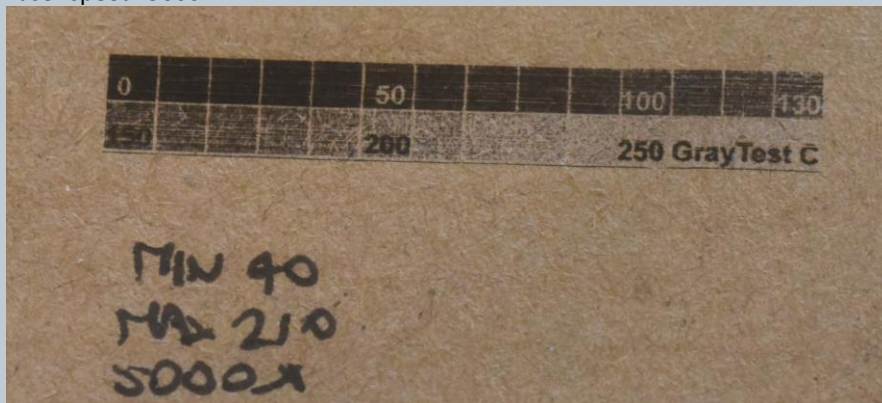

Fig. 72
- Incidere di nuovo lo stesso test ed eventualmente modificare ancora i valori del "Conversion settings" finché non si ottiene l'effetto desiderato. (Fig. 72)